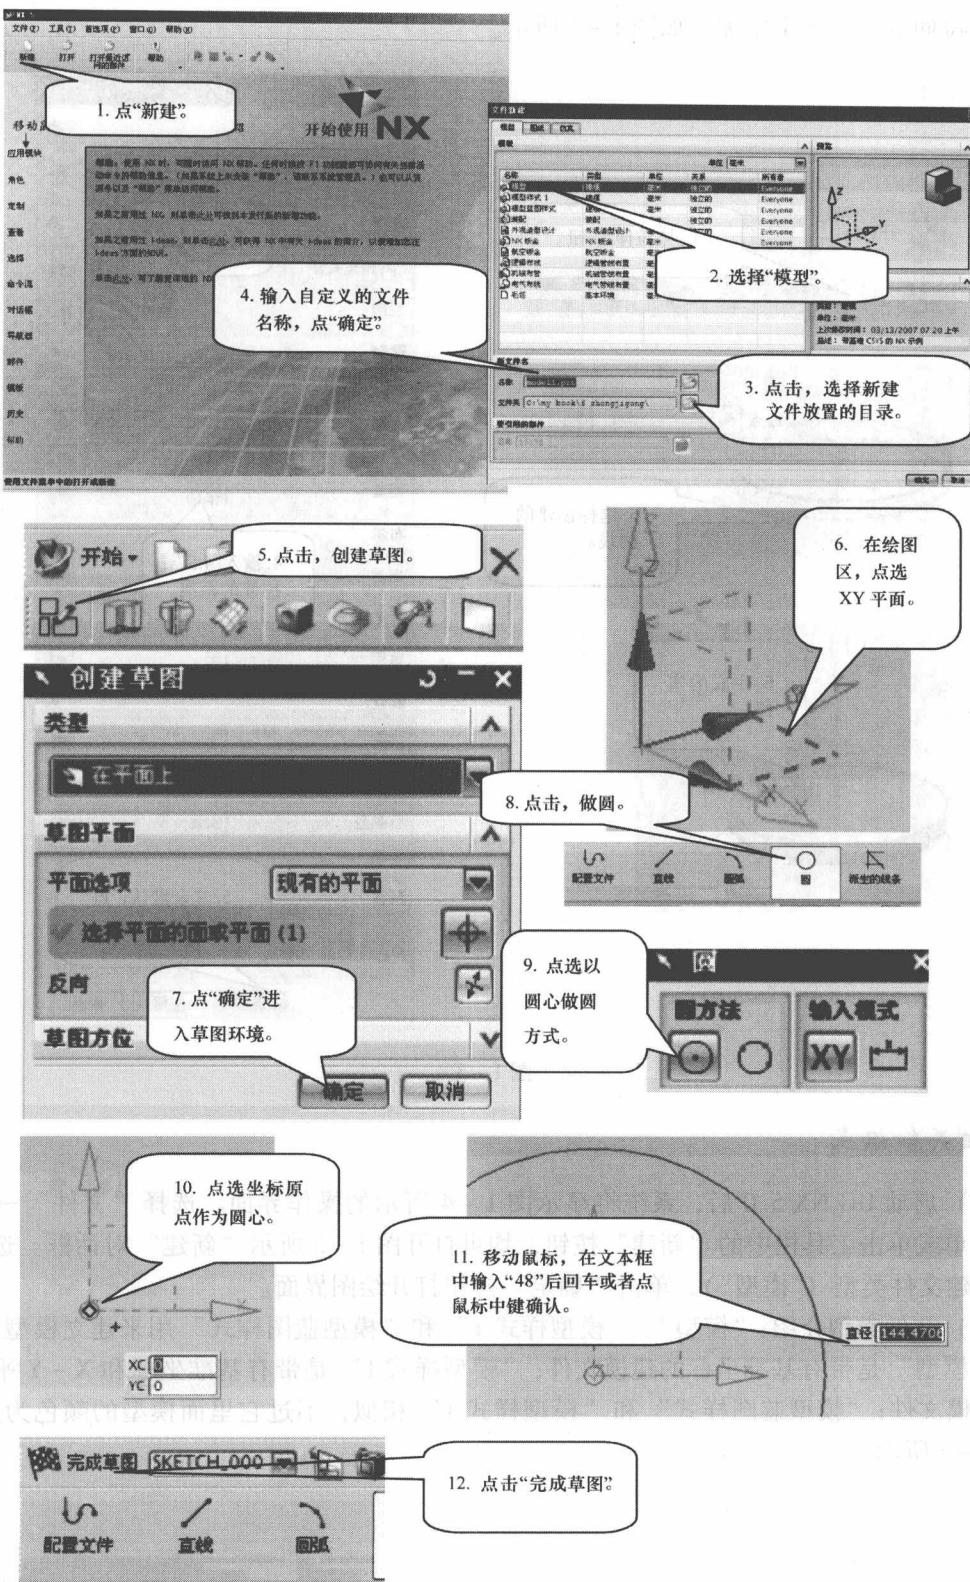

图 1-2
1. 在电脑的桌面上点击任务栏上的“开始”→“所有程序”→“UG NX5.0”→“NX 5.0”，或者双击电脑桌面上的图标 。启动 UG NX 5.0 系统，进入软件的欢迎界面。创建草图曲线，具体操作过程如图 1-2 所示。